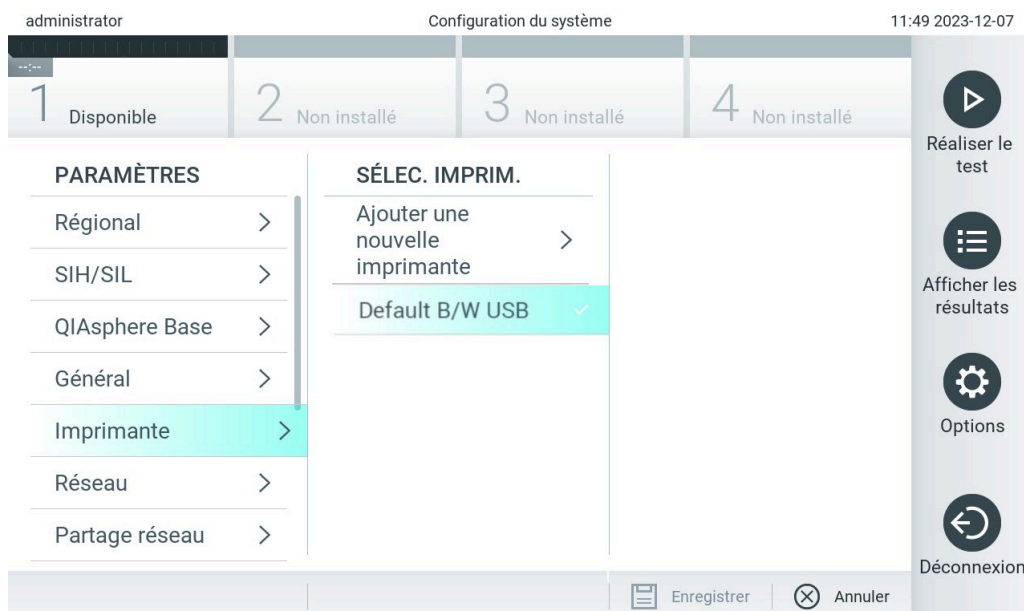

Figure 103. Installation de l'imprimante avec le pilote par défaut
2. Sélectionnez l'imprimante par détection appelée Default B/W USB (figure 103).